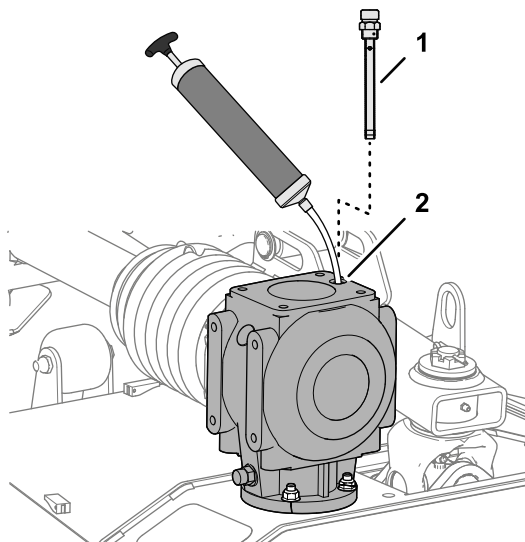

Figura 56
1. Togliete l'asta di livello dalla parte superiore della scatola ingranaggi (Figura 56).
2. Attraverso il foro dell'asta di livello, utilizzate una pompa di aspirazione per rimuovere il fluido dalla scatola ingranaggi (Figura 56).